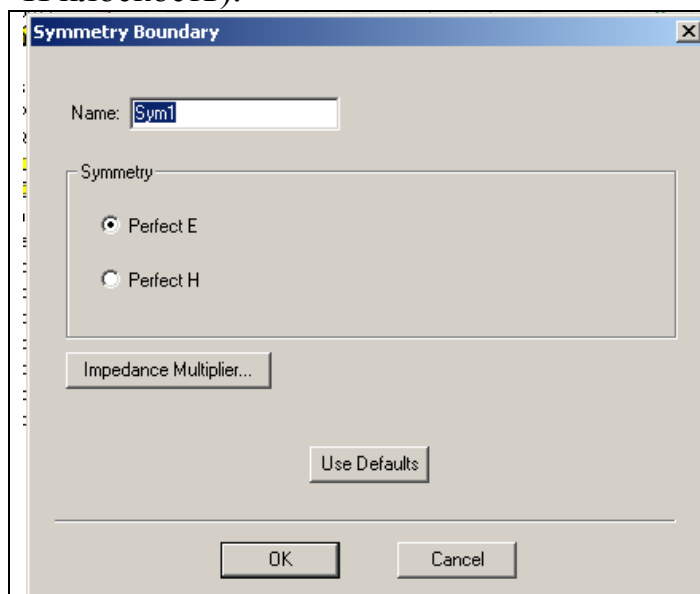

Рис. 2.11. Выбор параметров плоскости симметрии
1. Нажмите на правую кнопку мышки и в выплывающем меню выберите Symmetric Boundary, а в окне (рис. 2.11) выберите **Perfect H** (симметричная H плоскость).